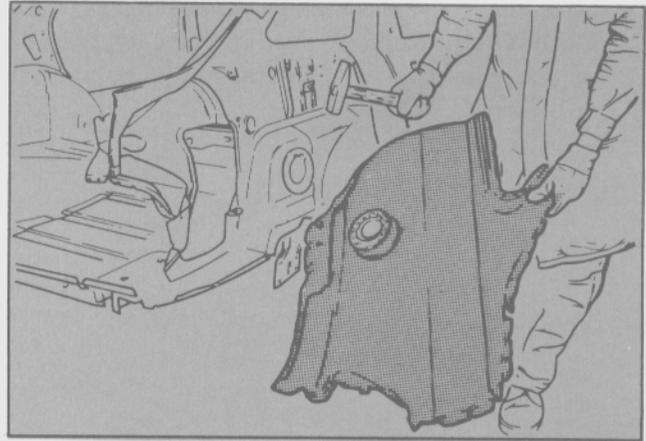

Fig. 25
- En el caso de daños mayores, es necesario cambiar componentes completos de la carrocería (Fig. 25).